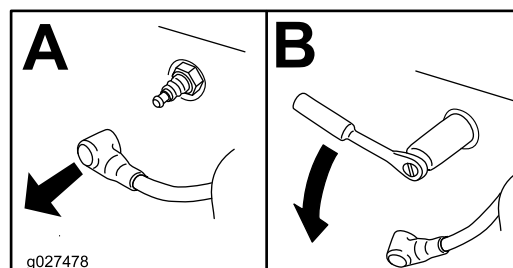

Bild 28
4. Nehmen Sie die Zündkerze heraus, wie in **Bild 28** abgebildet.